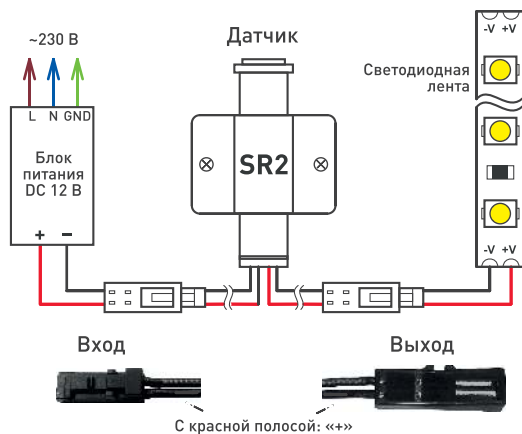

Рис. 4. Схема подключения.
- 3.3. Подключите светодиодную ленту к выходу датчика (рис. 4). Соблюдайте полярность.